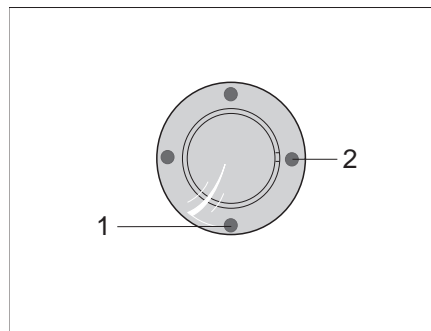
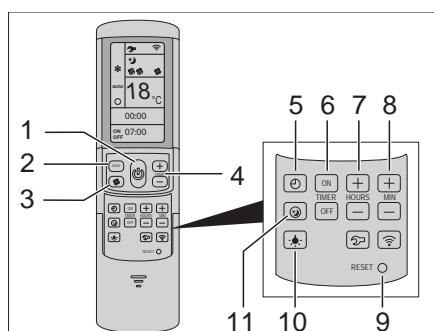

Fig. 206 Récepteur IR/Indication de fonctionnement
Fig. 207 Télécommande
La climatisation est montée sur le toit du véhicule. La télécommande (Fig. 207) pour la climatisation se trouve dans le coin cuisine.
- La climatisation est prête à fonctionner. La DEL bleue (Fig. 206,1) s'allume.
- Pour la mise en service, appuyer sur la touche (Fig. 207,1) de la télécommande. La DEL bleue (Fig. 206,1) clignote.
- Régler le mode de fonctionnement désiré avec la touche MODE (Fig. 207,2).
- Si nécessaire, régler l'étage de ventilateur désiré avec la touche (Fig. 207,3) et la température ambiante avec les touches (Fig. 207,4).
Lorsque la température réglée sur la télécommande est atteinte, la DEL bleue (Fig. 206,1) s'éteint, le compresseur s'arrête et le ventilateur à air pulsé continue de tourner.
- Pour la mise hors service, appuyer à nouveau sur la touche (Fig. 207,1) de la télécommande.
- Pour la programmation, enclencher la climatisation avec la touche (Fig. 207,1) sur la télécommande.
- Régler le mode de fonctionnement désiré avec la touche (Fig. 207,2) et la température ambiante avec les touches (Fig. 207,4).
- Sélectionner la fonction désirée avec les touches (Fig. 207,6) :
- Avec les touches (Fig. 207,7 et 8), sélectionner la durée de commutation désirée (15 minutes à 24 heures).
- Confirmer le réglage avec les touches "ON" ou "OFF" (Fig. 207,6).